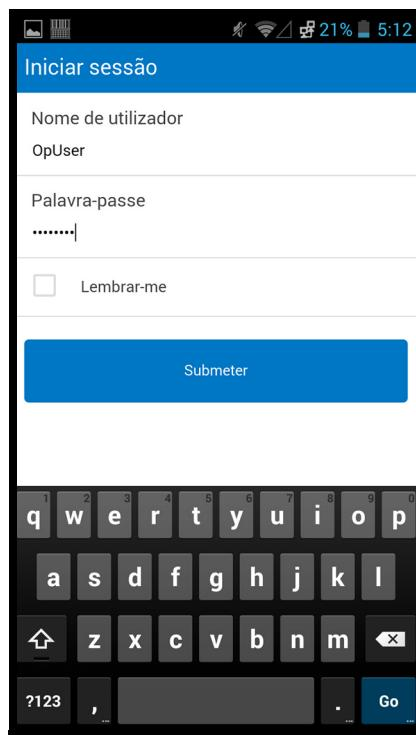
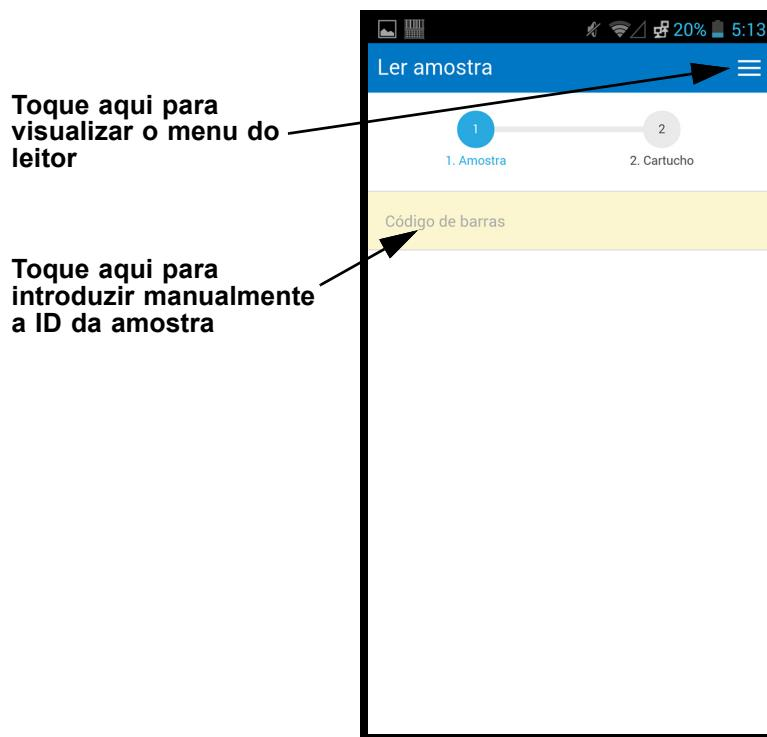
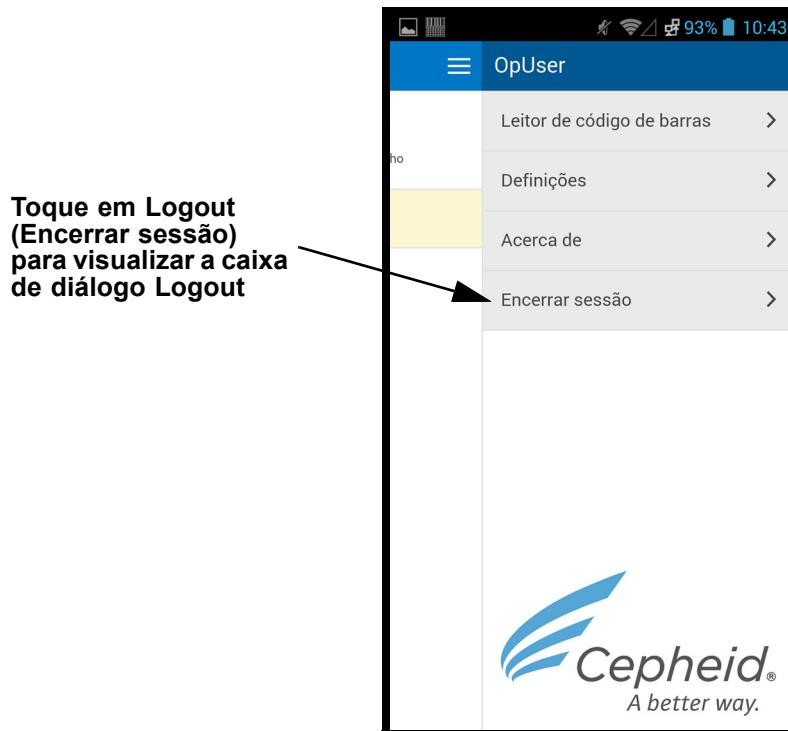
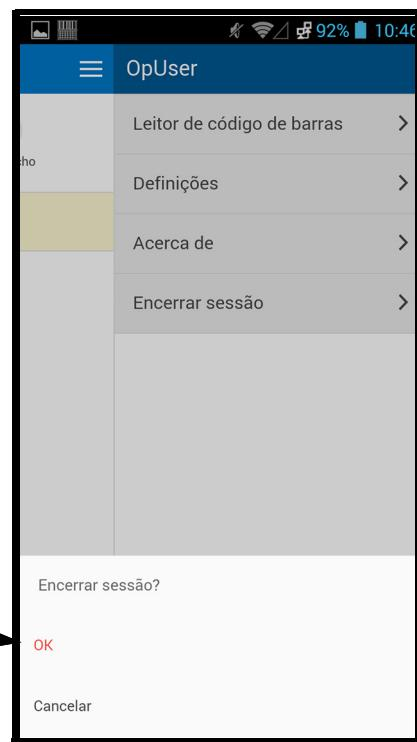

Figura 5-101. Ecrã de início de sessão do leitor Cepheid Link
Figura 5-102. Ecrã de leitura de amostra do Cepheid Link
Figura 5-111. Menu pendente do leitor Cepheid Link
Figura 5-112. Caixa de diálogo Logout (Terminar sessão) do leitor Cepheid Link
3. Estabeleça ligação ao leitor do Cepheid Link utilizando o nome de utilizador e a palavra-passe que lhe foram atribuídos (consulte figura 5-101). Será visualizado o ecrã Scan Sample (Ler amostra). Consulte figura 5-102.
- 1) Toque na área **Barcode (Código de barras)** no ecrã (consultar figura 5-102). Será visualizado um teclado (consultar figura 5-105) para introduzir a ID da amostra manualmente.
- Se o cartucho não for emparelhado com a amostra com êxito, o ecrã Error (Erro) (X vermelho) será visualizado juntamente com a mensagem de erro (consultar figura 5-108) para um exemplo. Toque no botão **Ok** para regressar ao ecrã Scan Cartridge (Ler cartucho). O leitor regressará ao ecrã Scan Sample (Ler amostra) (consultar figura 5-102).
- O leitor visualizará o ecrã Confirmation (Confirmação) (consultar figura 5-110), se não forem necessárias alíquotas e se Confirmation estiver desactivado, ou regressará ao ecrã Scan Sample (Ler amostra) (consultar figura 5-102).
- Toque em **Start Over (Reiniciar)** para não ler a alíquota e regressar ao ecrã Scan Sample (Ler amostra). Consulte figura 5-102. Será visualizado um ecrã de confirmação depois de tocar no botão **Start Over (Reiniciar)**.
- Se o ensaio estiver configurado para alíquotas, mas a amostra não tiver sido dividida em alíquotas, toque em **Skip (Ignorar)** para ignorar a leitura de uma alíquota. O leitor apresenta o ecrã Confirmation (Confirmação) (consultar figura 5-110), se não forem necessárias alíquotas e se Confirmation (Confirmação) estiver activado, ou regressará ao ecrã Scan Sample (Ler amostra) (consultar figura 5-102).
- Toque em **Start Over (Reiniciar)** para não ler a alíquota e regressar ao ecrã Scan Sample (Ler amostra) (consultar figura 5-102). Será visualizado um ecrã de confirmação depois de tocar no botão **Start Over (Reiniciar)**.
7. **(Opcional)** O leitor visualizará o ecrã Confirmation (Confirmação) (consultar figura 5-110), se activado, ou regressará ao ecrã Scan Sample (Ler amostra) (consultar figura 5-102).
8. Se for visualizado o ecrã Confirmation (Confirmação), toque em **Start Over (Reiniciar)** para ir para o ecrã Scan Sample (Ler amostra). Consulte figura 5-102.
10. Quando acabar de ler todas as amostras e cartuchos, desactive o Cepheid Link. Aceda ao menu do leitor tocando no ícone Menu no menu pendente (consultar figura 5-102). Será visualizado o menu do leitor. Consulte figura 5-111.
11. No menu do leitor, toque em **Logout (Terminar sessão)**. A caixa de diálogo de fim de sessão será visualizada ao fundo do ecrã. Consulte figura 5-112.
12. Na caixa de diálogo de fim de sessão, toque em OK para desactivar o leitor (consultar figura 5-112). Será visualizado o ecrã Login (Início de sessão) do leitor. Consulte figura 5-101.